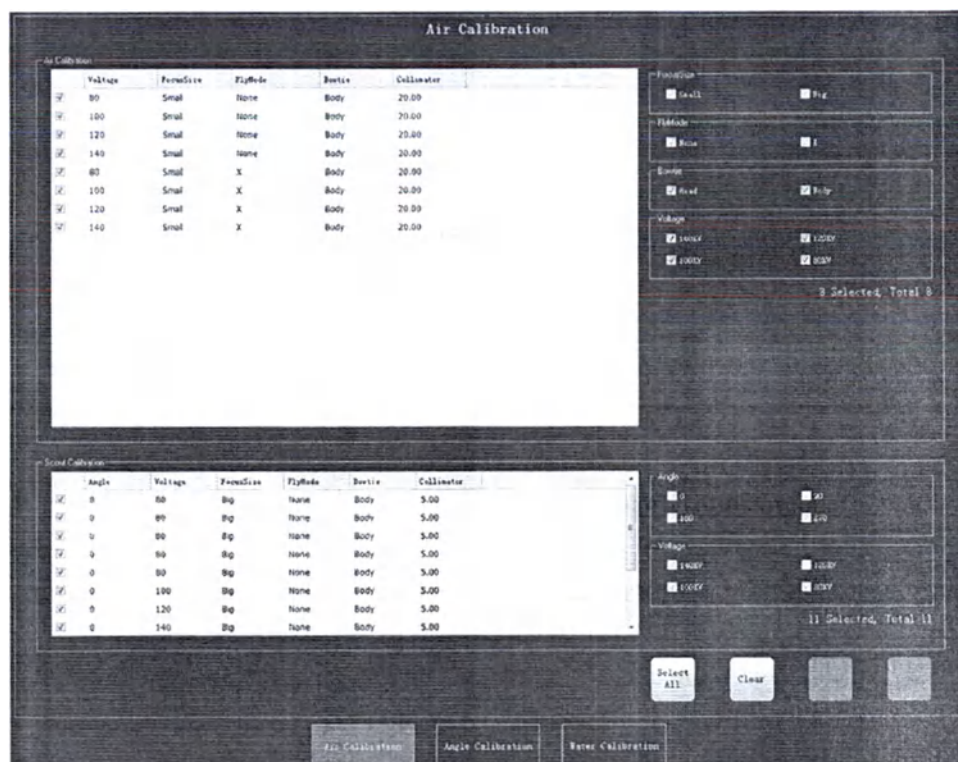

Рисунок 41 Окно калибровки
1. На окне калибровки нажмите «Air Calibration» (см. рис. 41) установите галочку перед соответствующими параметрами калибровки. Чем больше значений отмечено галочкой, тем дольше будет длиться калибровка.
2. На окне калибровки (см. рис. 41) нажмите «Water Calibration» и установите галочку перед соответствующими параметрами калибровки. Чем больше значений отмечено галочкой, тем дольше будет длиться калибровка.
1. На окне калибровки нажмите «Angle Calibration» (см. рис. 41) установите галочку перед соответствующими параметрами калибровки. Чем больше значений отмечено галочкой, тем дольше будет длиться калибровка.